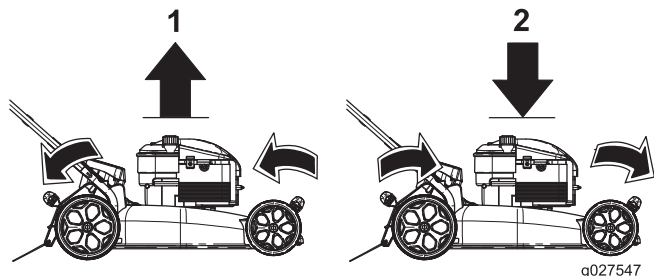

Figure 12
**Remarque:** Pour élever ou abaisser la machine, déplacez les leviers de hauteur de coupe comme montré à la Figure 12.